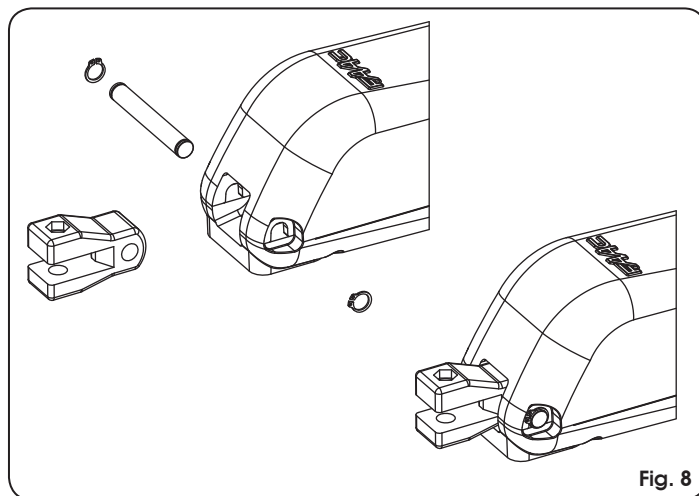

Fig. 8
2. Montar o engate traseiro no operador como indicado na Fig. 8.